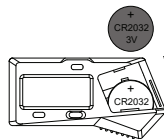

Abb. 2
- Legen Sie die CR2032-Batterie in das Batteriefach ein, die positive Seite der Batterie (+) muss nach außen zeigen (Abb. 2).